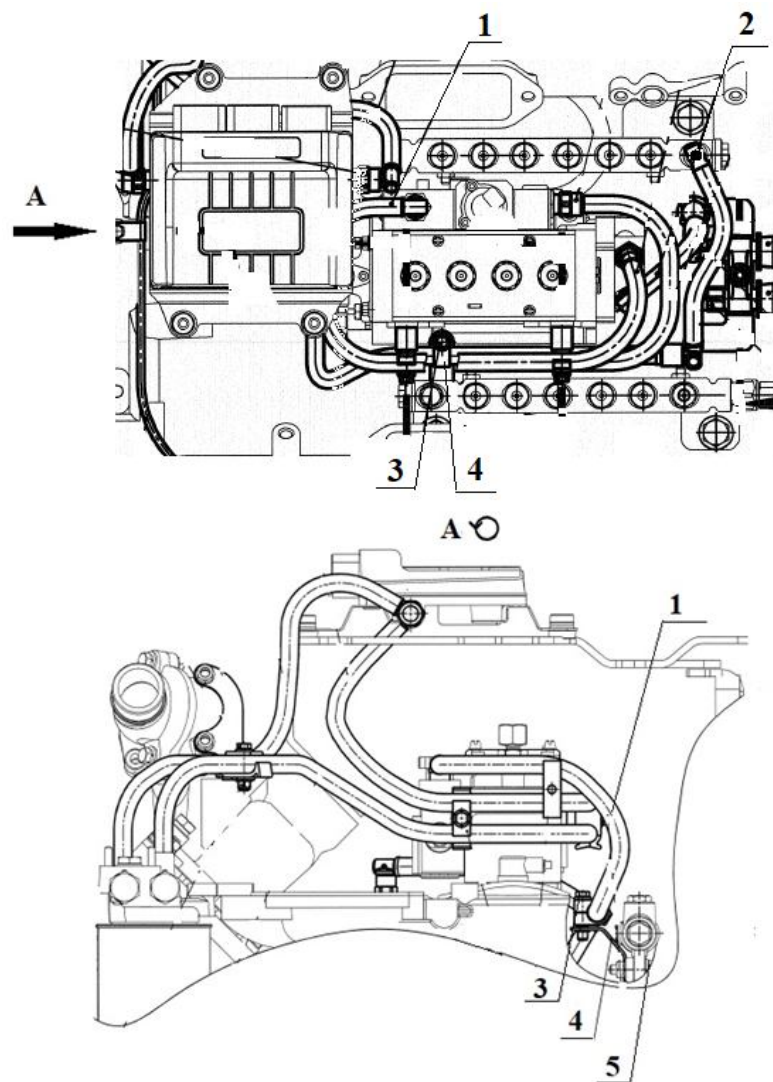

Рис. 3. Установка трубки отводящей от ТНВД и трубки дренажной
6. Болт 8.9226 и 8.9229 (Рис.3 п.5, п.3) – от 7,84 до 9,8 Нм